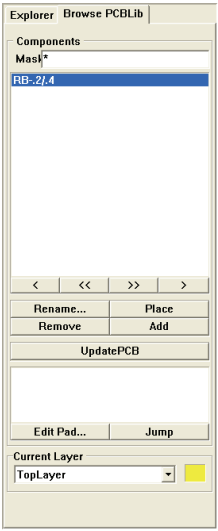

图 6-75 “Browse PCBLib”面板
2) 单击 **OK** 按钮，关闭对话框。则元器件的别名将出现在左侧项目管理器“Browse PCBLib”面板中，如图 6-75 所示。